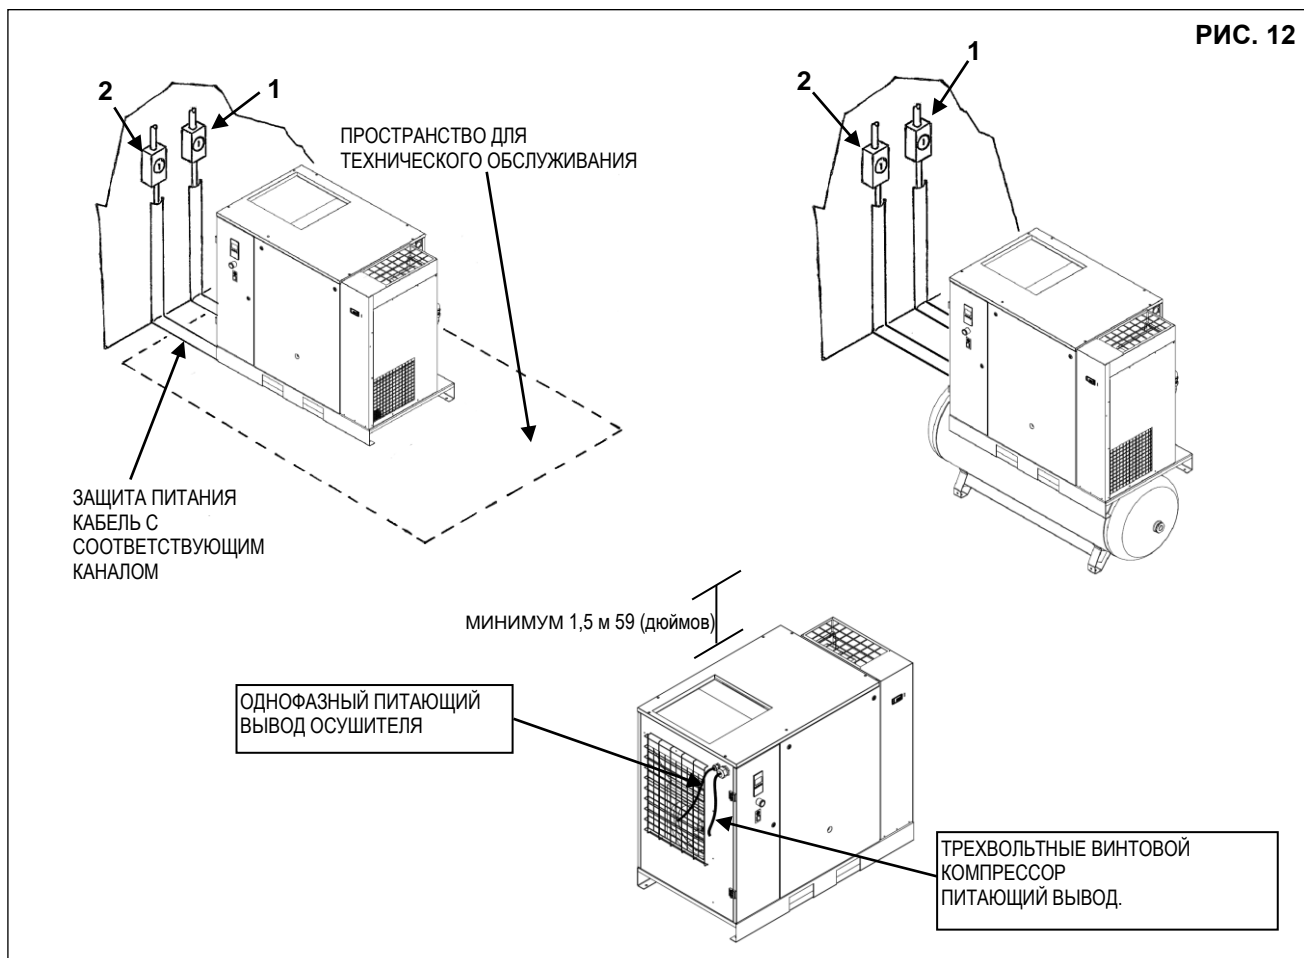

РИС. 12
- Проверьте, достаточно ли места вокруг машины для проведения обслуживания (см. рис. 12).
- **Проверьте наличие на входе машины рубильника и плавких предохранителей (см. поз. 2 для компрессора, поз.1 для осушителя, рис. 12). Подробный данные (размер и тип) указаны на электрической /сервисной схеме**